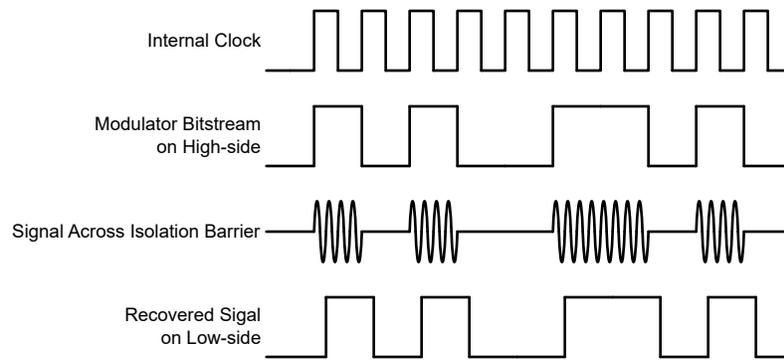

图 7-1. 基于 OOK 的调制方案
如图 7-1 中所示，AMC0x11R 使用开关键控 (OOK) 调制方案跨过基于  $\text{SiO}_2$  的隔离栅传输调制器输出位流。发送驱动器 (TX) 如 功能方框图 中所示。TX 跨过隔离栅发送一个内部生成的高频载波来表示数字一。而 TX 不发送信号则表示数字零。AMC0x11R 内使用的载波标称频率为 480MHz。